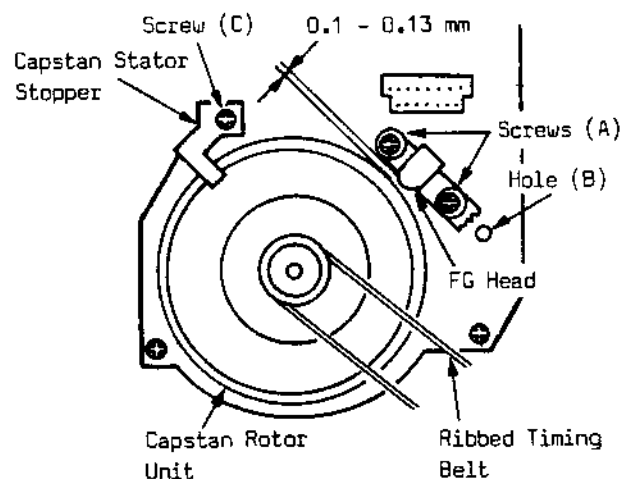

Fig. 2-28
- Die Schrauben (A) etwas lockern; siehe Fig. 2-28.
- Die Schrauben (A) wieder festdrehen.